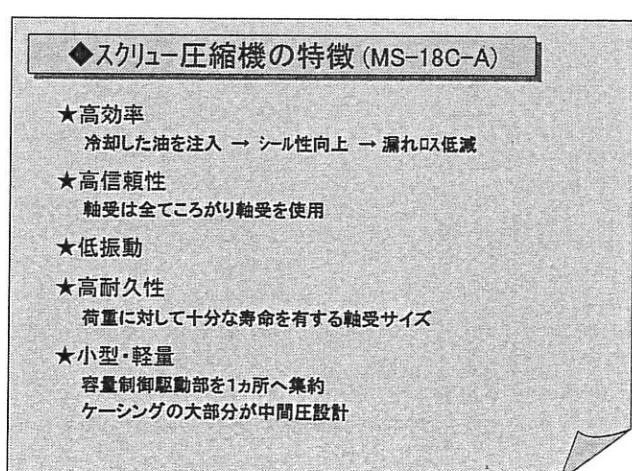
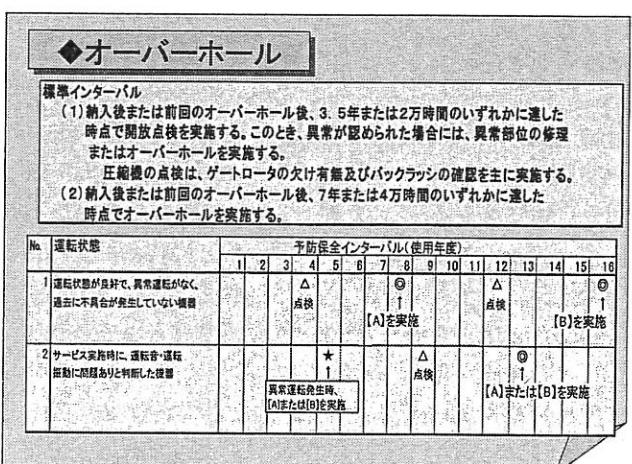

図7 スクリュー冷凍機の特徴
図8 オーバーホール
- ④ スクリュー冷凍機の特徴(図7)
- ⑤ 保護装置
- ⑥ 耐久性(軸受、ゲートロータ)
- ⑦ オーバーホール(図8)